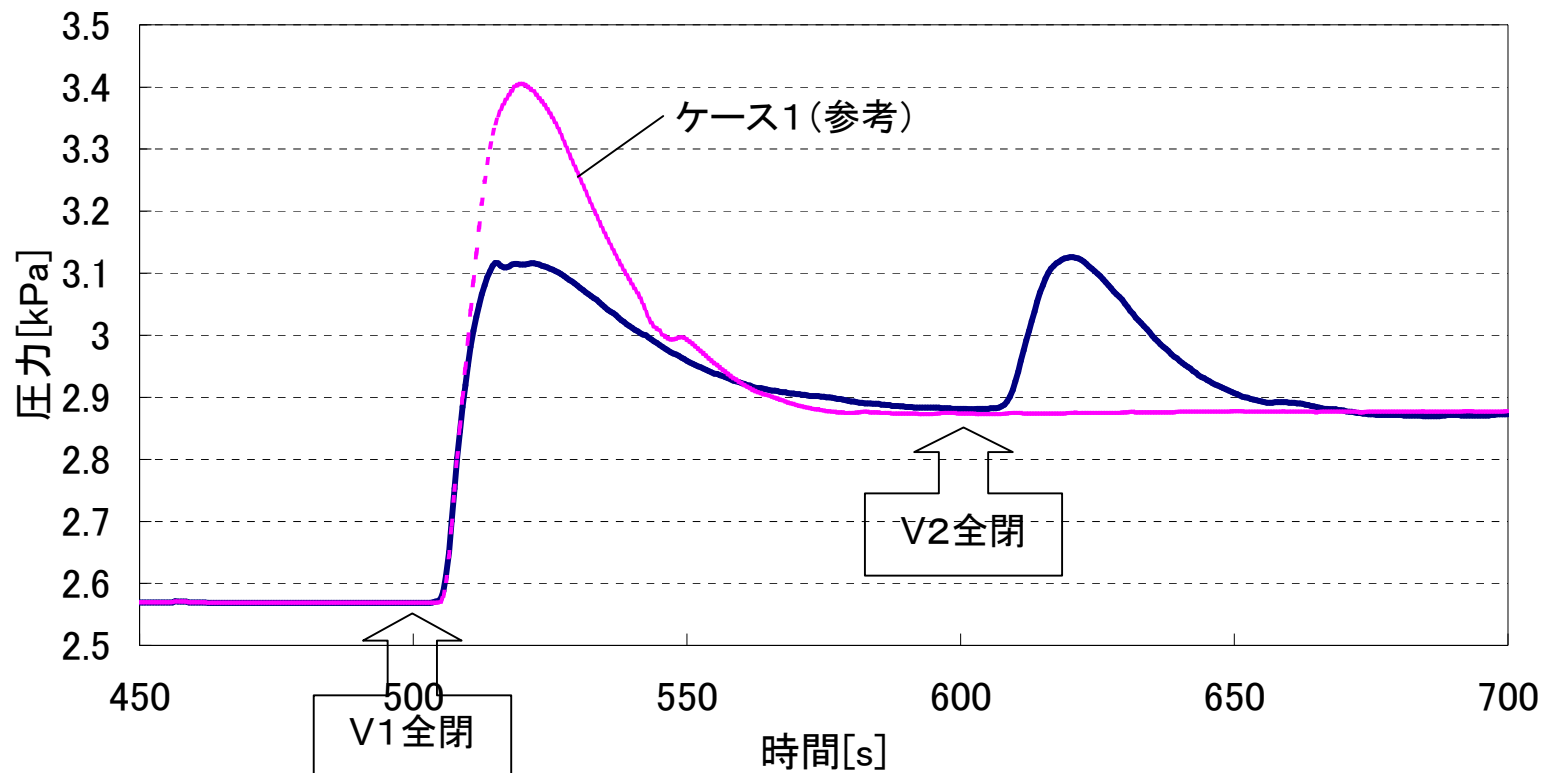

図5 圧力変化 (u-FLOW/GLによるケース2)
- **ケース2** (500秒時点でV1遮断後、100秒後にV2を遮断した場合の、着目点Xの圧力変化)の解析結果を図5に示す